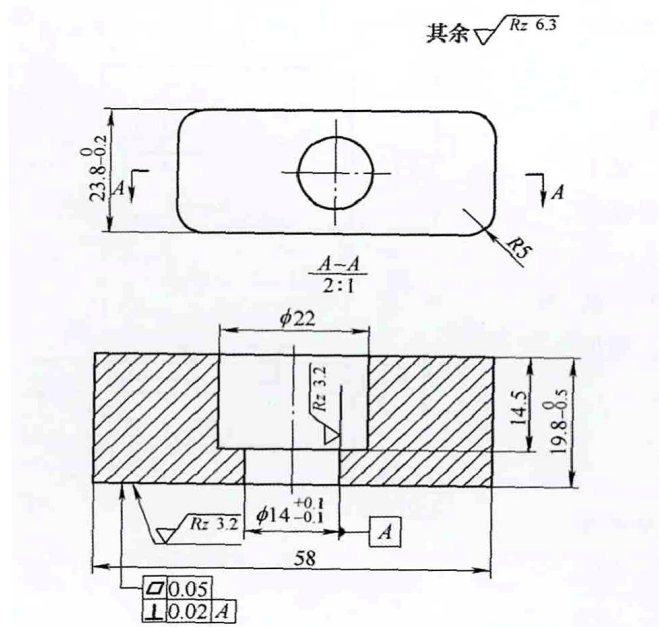

图4 连接滑块
(3) 连接滑块 该夹具连接滑块是用来固定连接移动支撑块的, 在滑槽内运动自如。连接滑块如图4所示, 其结构特点有: